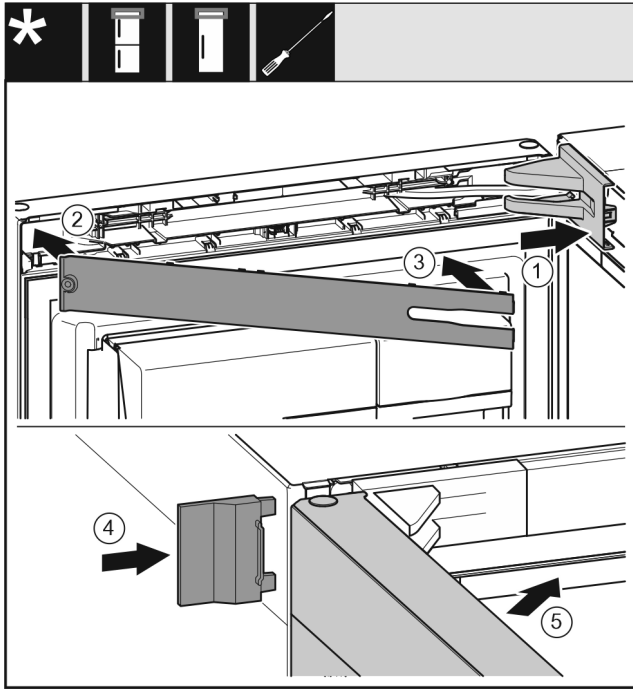

Fig. 31
- ▶ Lagerbockabdeckung Fig. 31 (1) aufsetzen und einrasten, ggf. vorsichtig auseinanderdrücken.
- ▶ Blende Fig. 31 (2) aufsetzen.
- ▶ Blende Fig. 31 (3) einschwenken und einrasten.
- ▶ Äußere Abdeckung Fig. 31 (4) aufschieben.
- ▶ Obere Tür Fig. 31 (5) schließen.